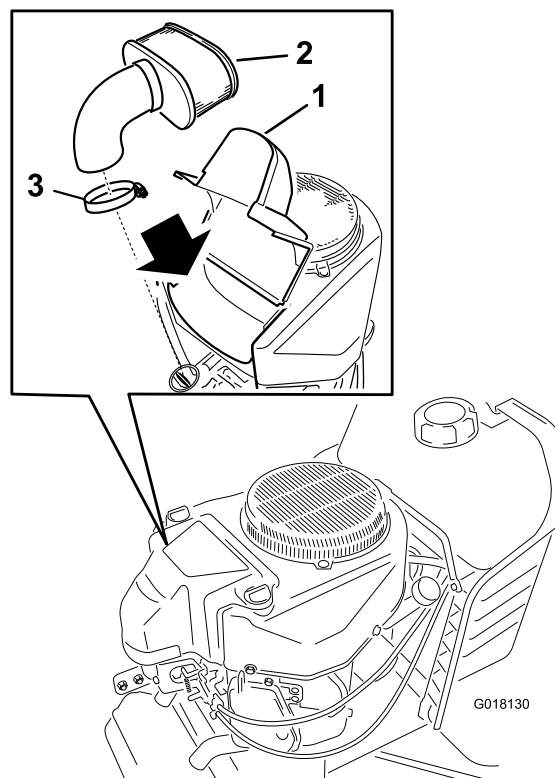

Figura 20
5. Levante la cubierta y retire la abrazadera que sujeta el conjunto del limpiador de aire al motor (Figura 20).
6. Afloje la abrazadera y retire el elemento (Figura 20).